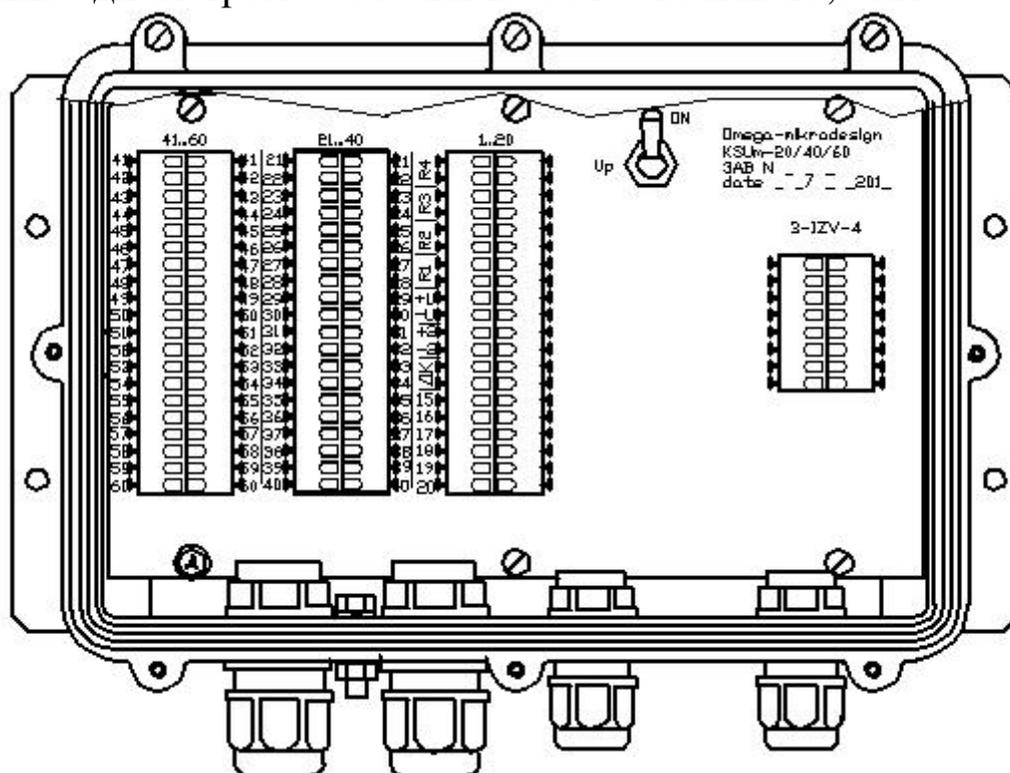

Рис. 1
3.2. Конструкция **КСУМ** включает плату размещённую в корпусе, которая крепится к корпусу шестью винтами, на одном расположена пломбировочная чашка с оттиском знака предприятия изготовителя (Рис.1). На плате установлены тумблер включения напряжения питания «Ur» и пружинные зажимы для подключения проводов.